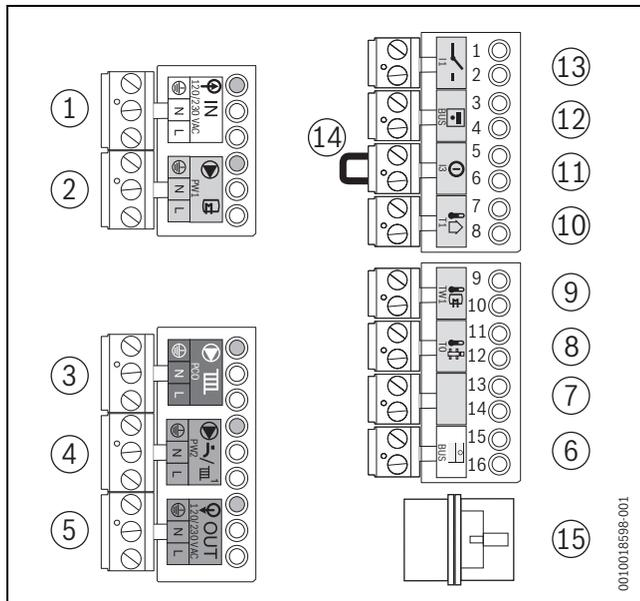

Bild 46 Klemmleisten
- ▶ Ein-/Aus-Raumtemperaturregler auf Anschlussklemme I1 (→ Bild 46, [13]) anschließen (Zubehör).
- ▶ Regler auf Anschlussklemme **BUS** (→ Bild 46, [6]) anschließen. Hierzu ein 2-adriges Stromkabel von 0,4 bis 0,75 mm² verwenden.
- ▶ Anschlusskabel [2] an die orange Anschlussklemme **BUS** (→ Bild 46, [6]) anschließen und zum ersten Funktionsmodul führen.
- ▶ Brücke (→ Bild 46, [14]) auf Anschlussklemme ① entfernen.
- ▶ Außentemperaturfühler an Anschlussklemme **T1** (→ Bild 46, [10]) anschließen.
- ▶ Speichertemperaturfühler an Anschlussklemme **TW1** (→ Bild 46, [9]) anschließen.
- ▶ Heizungspumpe an die grüne Anschlussklemme ► III **PCO** (→ Bild 46, [3]) anschließen.
- ▶ Zirkulationspumpe an die lila Anschlussklemme ► II **PW2** (→ Bild 46, [4]) anschließen.
- ▶ Speicherladepumpe an die graue Anschlussklemme ► I **PW1** (→ Bild 46, [2]) anschließen.
- ▶ Externes 3-Wege-Ventil an die graue Anschlussklemme ► I **PW1** (→ Bild 46, [2]) anschließen.